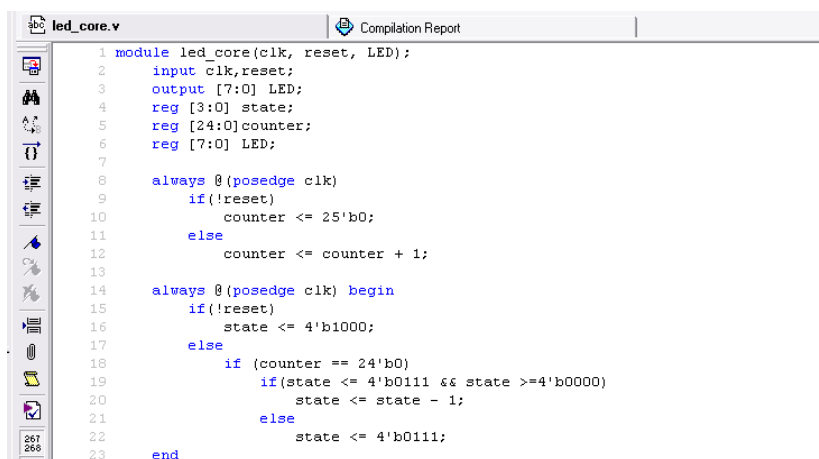

图 30 Verilog HDL 代码输入界面
- 在文本框中输入 Verilog HDL 代码（图 30），并保存为 led_core.v 文件。